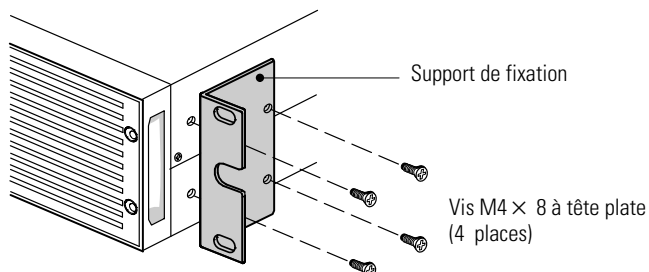

Figure 6. Installation des supports de fixation (position avant montrée)
9. Alignez les supports de fixation avec les trous de vis sur chaque côté de l'onduleur et fixez-les avec les vis M4 × 8 à tête plate fournies (voir Figure 6).